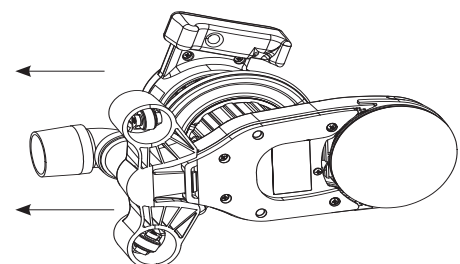

Abbildung 6
3. Der Kantenrollenaufsatz sollte nur zur Kantenbearbeitung verwendet werden. Für das Schleifen von Treppen - entfernen Sie den Kantenrollenaufsatz mit einem schnellen Schlag nach hinten auf den Rollenaufsatz (Abbildung 6).